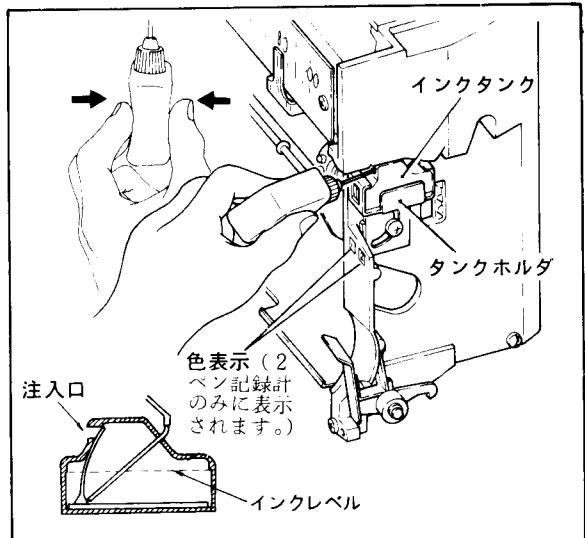

図11-13 インクの注入
- 扉を開くと、スプロケットの右側にインクタンクがあります。2ペン記録計の場合、左側が第1ペン、右側が第2ペンです。インクタンクの注入口は、蒸発を防ぐために内側から弁が閉まるようになっています(図11-13)。
- インクの色を確認し、インクタンクにノズルを深くさし込んで、タンクホルダの角窓の上辺(インクレベル)まで注入します。2ペン記録計では第1ペンが赤、第2ペンを緑にします(図11-13)。